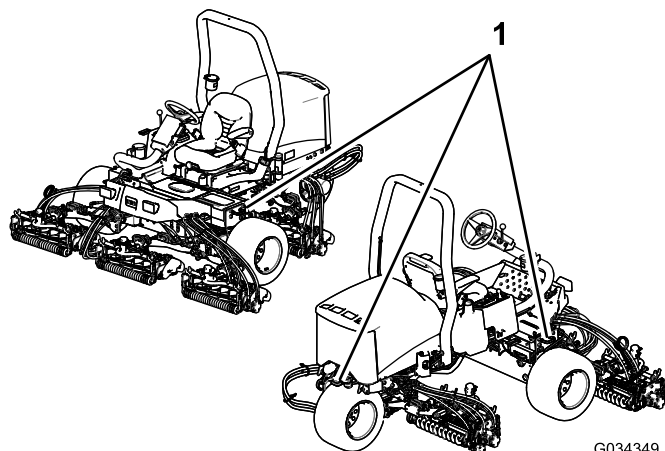

Figura 44
- Prenda a máquina de forma segura utilizando correias, correntes, cabos ou cordas. As correias frontais e traseiras devem estar dirigidas para baixo e para fora da máquina; consulte Figura 44.